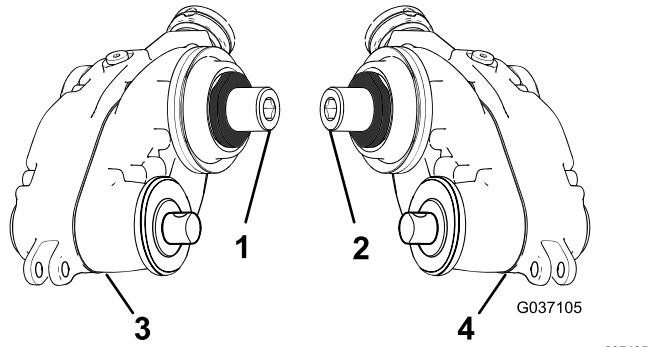

Figure 8
1. Identifiez les boîtiers d' entraînement des groomers côtés gauche et droit ; voir Figure 8.